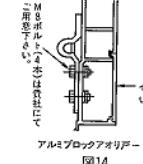

図14
b. アルミプロックアオリ戸の表板に固定して下さい(貴社にてM8ボルト4本をご用意下さい。ナットバネ座金は付属品を流用できます)。アオリプラケット固定後、アオリ戸のインナーカバーをつけて下さい(図14参照)。